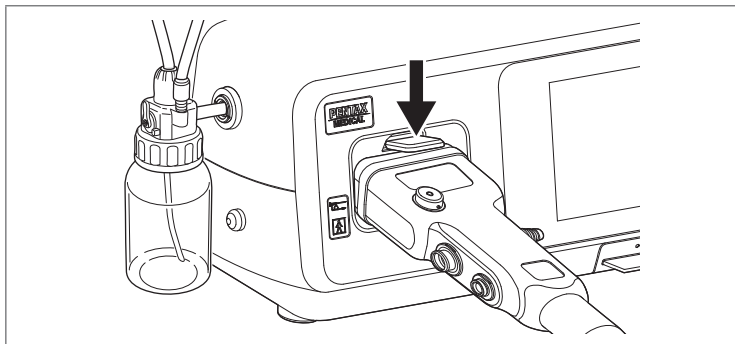

Рис. 5.127
5. Удерживая эндоскоп, нажмите на рычаг снятия эндоскопа (рис. 5.127).